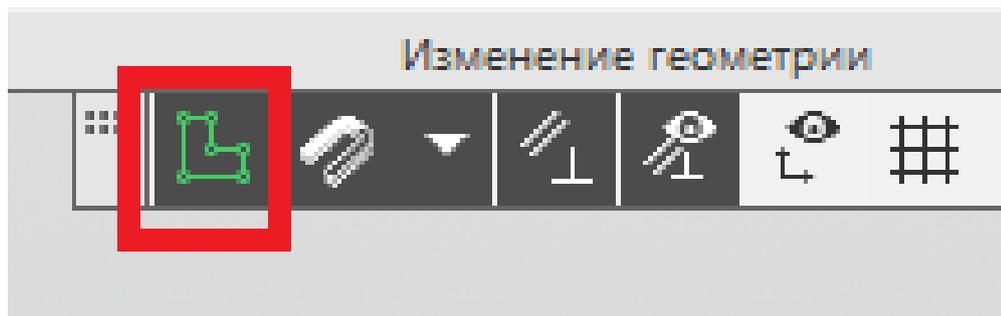

Рис. 77
5. Завершаем построение эскиза нажатием на пиктограмму «Создать эскиз» (рис. 77).